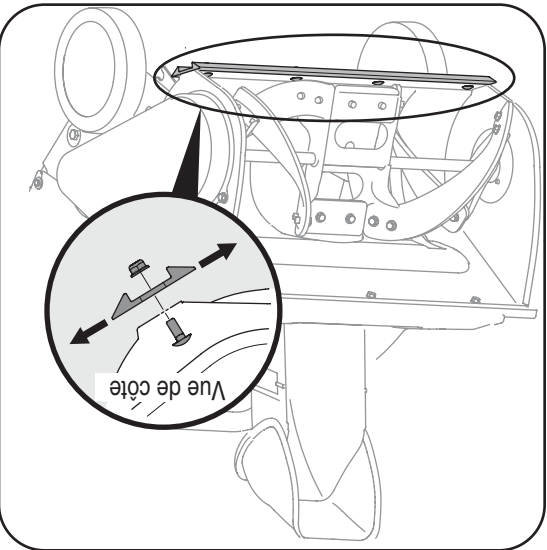

Figure 6-1
3. Desserrez les écrous à six pans et les boulons ordinaires qui maintiennent la plaque de raclage au logement. Voir la Figure 6-1. Ajustez la plaque de raclage à la position voulue et serrez à fond les écrous à six pans et les boulons ordinaires.
La plaque de raclage s'usera et devrait être vérifiée périodiquement. La plaque de raclage a deux côtés d'usage et peut être renversée après que un côté s'use. Voir la Figure 6-1. Pour remplacer ou renverser la plaque de raclage, procédez comme suit: